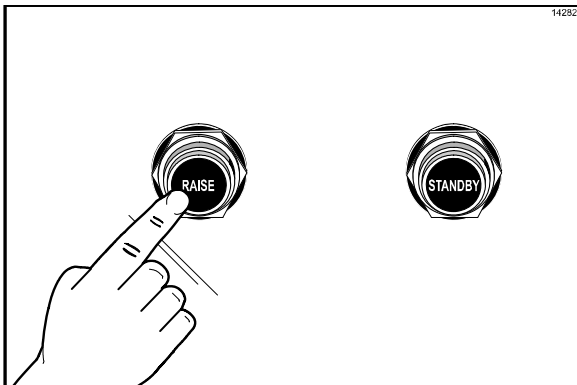

Figure 38
1. Lever la plaque supérieure en position OPEN (ouverte) en appuyant sur la touche rouge RAISE (lever) (Cf. Figure 38).